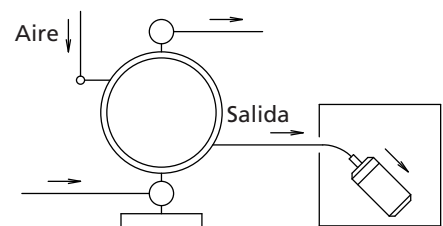

Figura 14
- El escape deberá orientarse hacia afuera, no hacia el fluido en el cual la bomba esté sumergida. Para obtener información sobre cómo orientar el escape, consulte Disposición del escape externo, y la Figura 14.